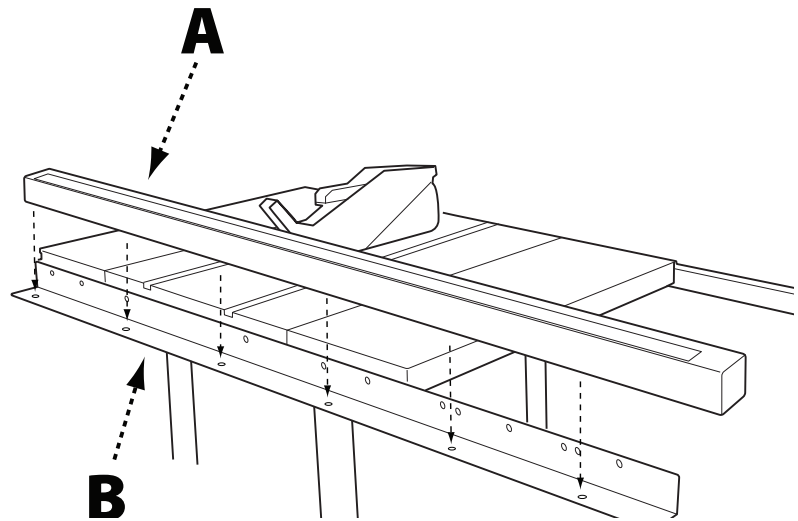

FIGURA 10
1. Alinee los orificios en la parte inferior del tubo guía (A) con los orificios en el perfil de guía frontal (B) tal y como se muestra en la figura 10.